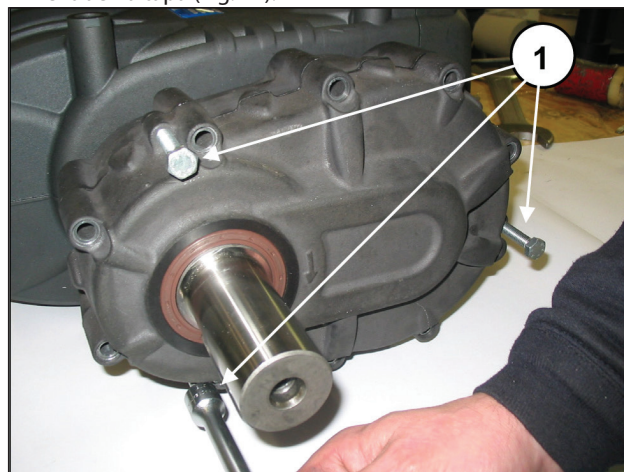
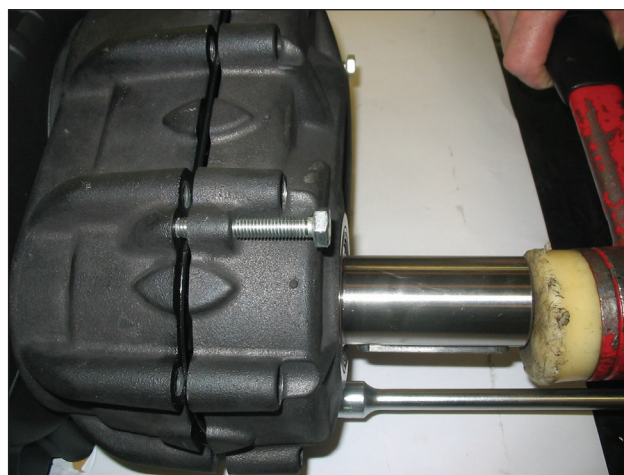

Fig. 16
Fig. 17
- Colocar y enroscar en los orificios específicos 3 tornillos prisioneros o tornillos roscados M8 (Fig. 16, pos. ①) para utilizarlos como extractores y al mismo tiempo golpear el piñón de modo que el cojinete permanezca en el piñón al extraer la tapa (Fig. 17).